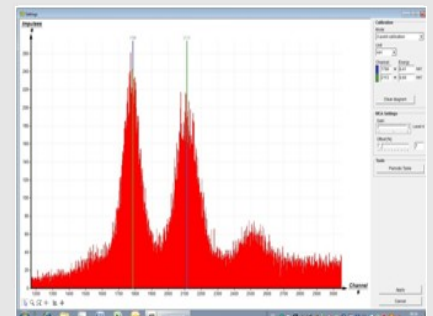

Fig. 6: Calibración del analizador multicanal
- En el programa MEASURE, seleccionar "Analizador multicanal" en "Gauge". A continuación, seleccionar "Ajustes y calibración". Tras pulsar el botón "Calibrar", se puede medir un espectro. La tasa de recuento debe ser < 300 c/s. Ajustes de calibración de energía: - Calibración de 2 puntos, - Unidad = keV, Ganancia = 2 - Ajustar el offset de forma que se supriman las señales de ruido de baja energía (normalmente basta con unos pocos porcentajes), Ver Fig. 6.